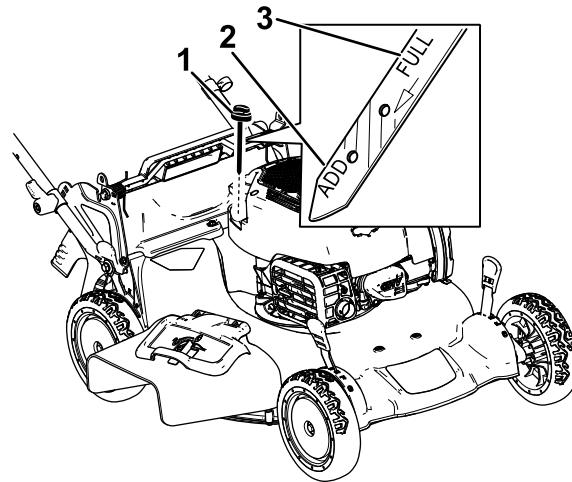

図 27
3. キャップを左に回してディップスティックを抜き取る図 27。